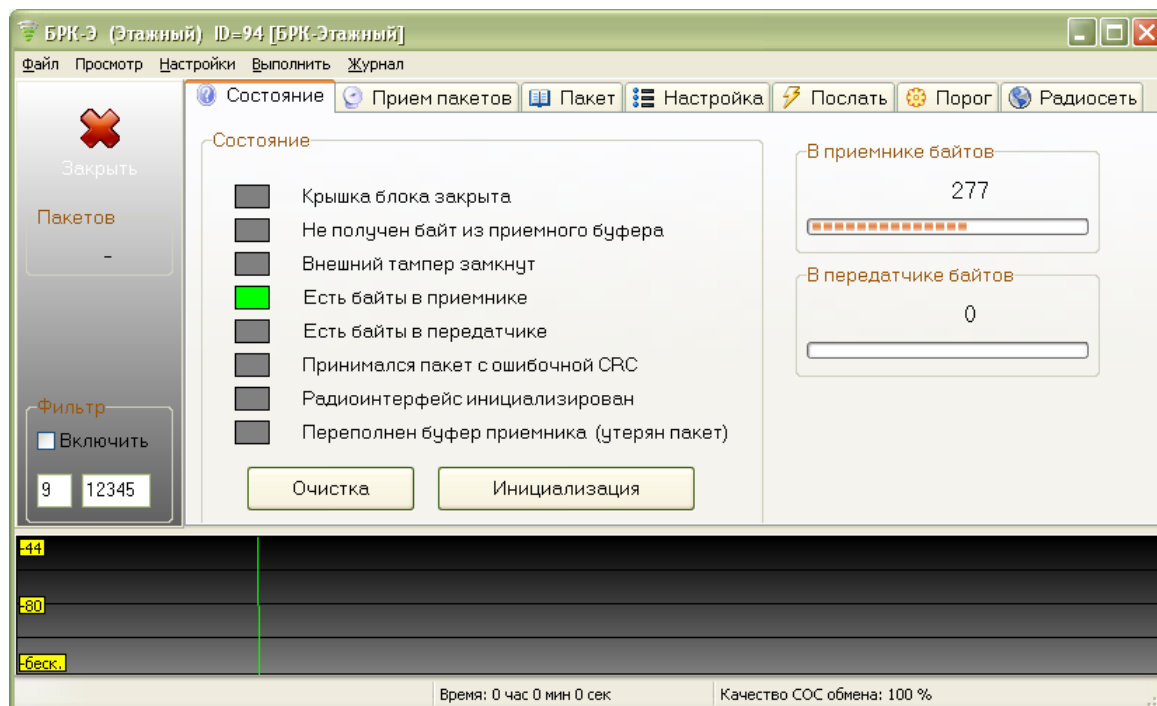

Рисунок 12 - Окно состояния модуля USB-433
6) Выбрать в списке БРК-Э и нажать на кнопку «Тест». Откроется окно состояния модуля USB-433 (рисунок 12).